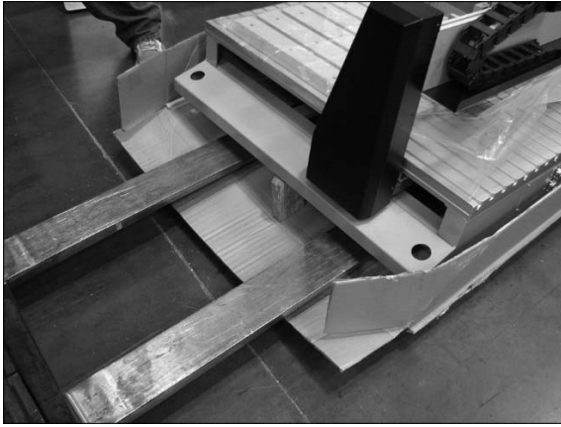

Figura 7-16
1. Coloque un bloque de desecho debajo del conjunto de rebajadora para sujetarlo, y deslice las horquillas con cuidado por debajo de la base de la plataforma de la rebajadora (Figura 7-16). Asegúrese de que las horquillas sean suficientemente largas para extenderse más allá del extremo opuesto de la plataforma. Suba la plataforma de la rebajadora.